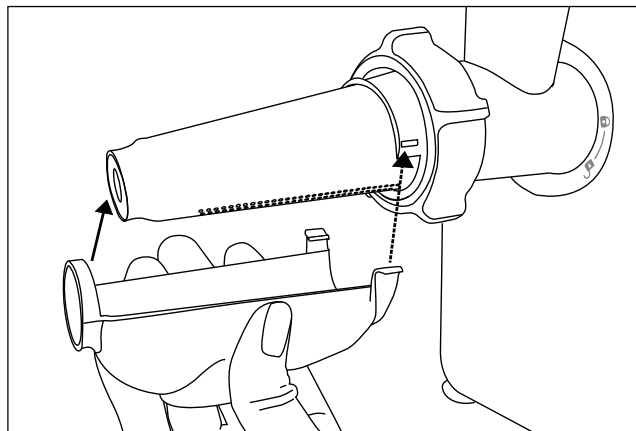

Fig. 2
- 8) Fastgør nu opsamlingskålen **8** på passeringsstigten **10** (se fig. 2). Sæt ringen på spidsen af passeringsstigten **10**, og luk lukningerne **7** på begge sider af den brede ende. Hullet i opsamlingskålen **8** vender nedad.